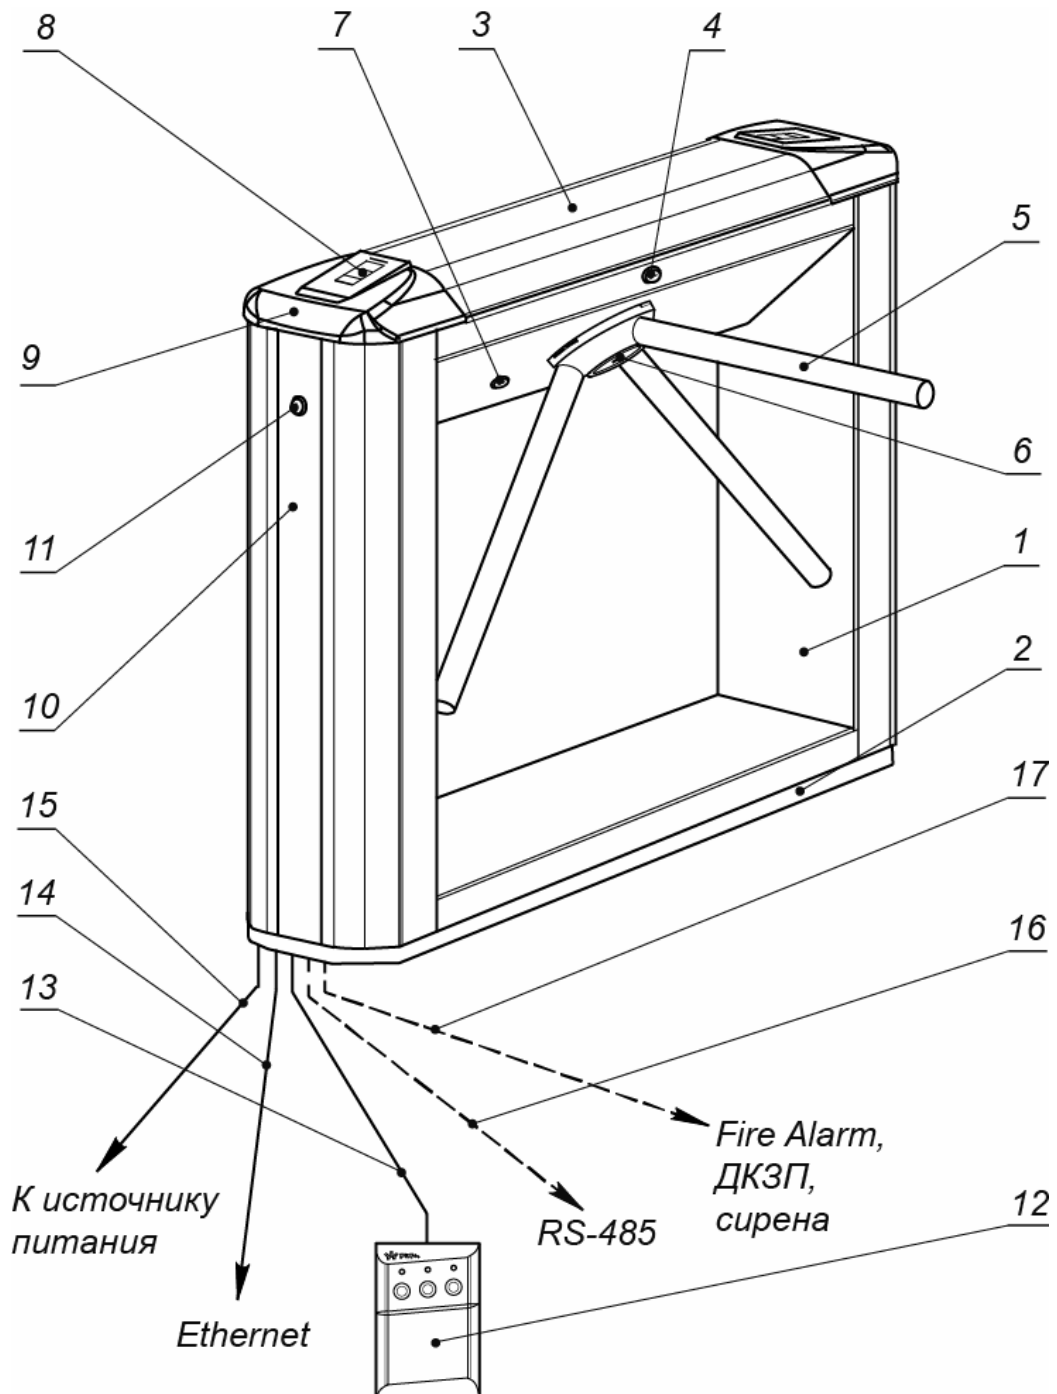

Рисунок 1. Устройство ЭП
Устройство ЭП показано на рис. 1. ЭП состоит из стойки (1-3), встроенного контроллера ЭП, двух считывателей бесконтактных карт доступа, трех преграждающих планок (5) и ПДУ (12).